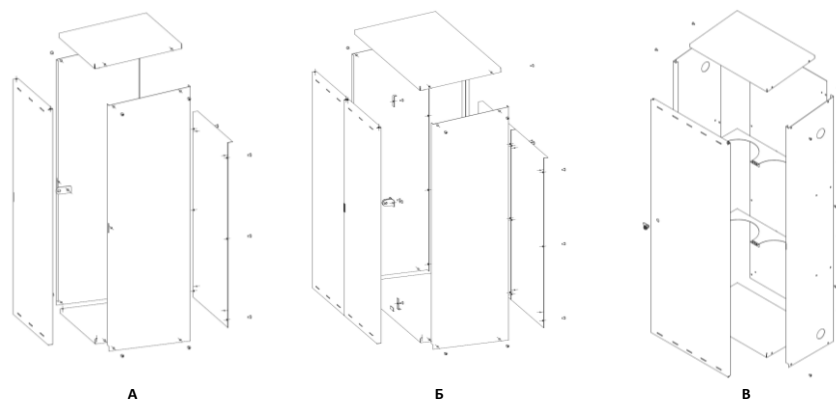

Рисунок 2. Схема сборки шкафа для газовых баллонов: а) для газового баллона, б) для двух газовых баллонов, в) для кислородных баллонов
- 4.7 Для сборки шкафа для двух газовых баллонов (рис.2, б) к верхней и нижней панели прикрепляются стопоры для дверей.
- 4.8 Для сборки шкафа для кислородных баллонов (рис. 2, в) к боковым панелям шкафа прикрепляются ложементы для баллонов.
- 4.10 К двери шкафа для газового баллона (рис. 2, а, б) с помощью болтов М6 прикрепляются ушки под навесной замок, входящие в комплект поставки.
- 4.11 К двери шкафа для кислородного баллона (рис. 2, в) прикрепляется почтовый замок, входящий в комплект поставки.
- 4.12 Задние панели шкафов для газовых баллонов крепятся следующим образом: нужно совместить крепежные отверстия с отверстиями на боковых панелях, а также нижней и верхней панели шкафа. При этом для крепления двух задних панелей шкафа для двух газовых баллонов (рис. 2, б) потребуется сначала прикрепить планку к нижней и верхней панели шкафа.